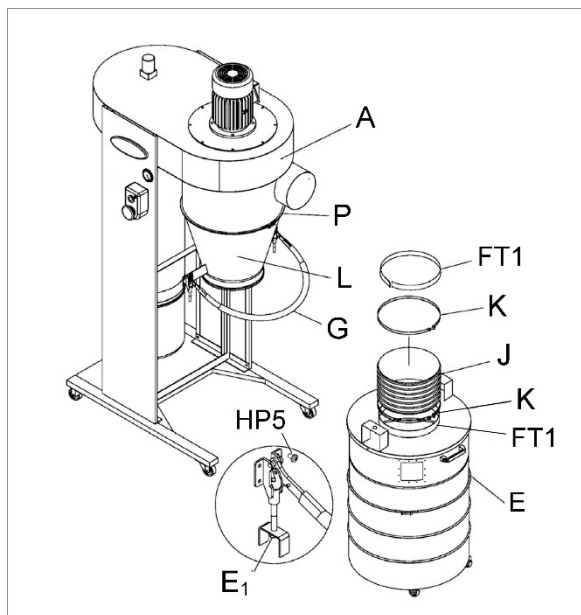

Рисунок 8
9. Установите конус (L, Рис. 8) на основной узел (A) и закрепите его хомутом конуса (P). Затяните винт на хомуте.
10. Приклейте полоску поролоновой ленты шириной 30 мм (FT1) вокруг конуса (L) чуть выше нижней кромки.
11. Приклейте полоску пенопластовой ленты шириной 30 мм (FT1) вокруг фланца крышки барабана (E).
12. Установите шланг (J) на конус и крышку барабана с помощью хомутов (K).
13. Установите быстросъемную ручку (G) на фланцы конуса с помощью винтов с цилиндрической головкой (HP5).
14. Прикрепите быстросъемную ручку к крышке барабана (E) с помощью гаек (E1).